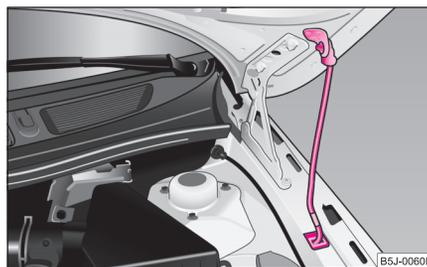

Fig. 156 Seguro del capó con la varilla de apoyo
- Saque la varilla de apoyo de su fijación y engánchela en la abertura prevista con tal fin ⇒ página 182, fig. 156.